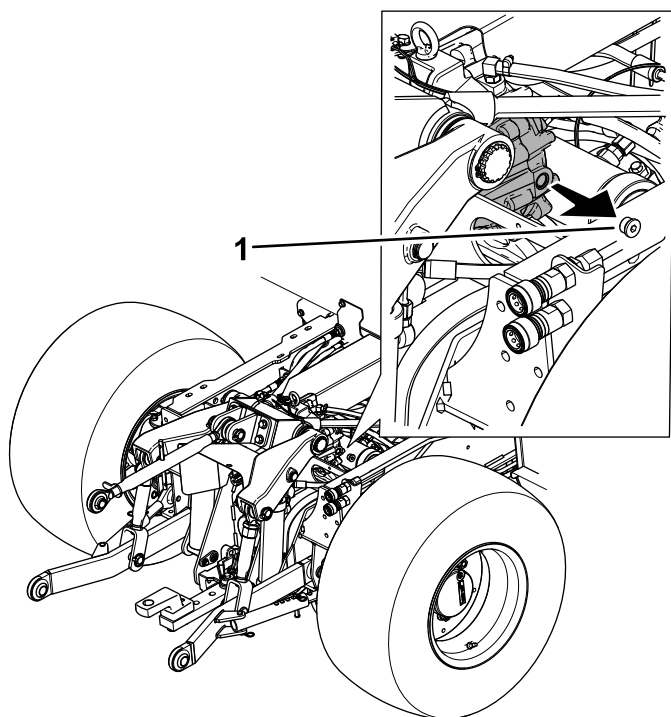

Figura 105
2. Rimuovete il tappo dal foro spia nella scatola ingranaggi della PDF posteriore (Figura 105).